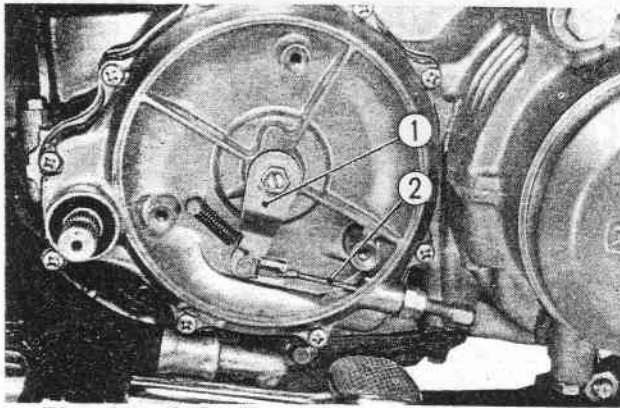

Fig. 2-3 ① Levier d'embrayage
② Boulon de fixation A du moteur
③ Boulon inférieur de fixation arrière du moteur
④ Boulon de fixation C du moteur
⑤ Boulon de 8×56
⑥ Boulon de 8×45
8. Débrancher le câble d'embrayage du levier d'embrayage. (Fig. 2-3)